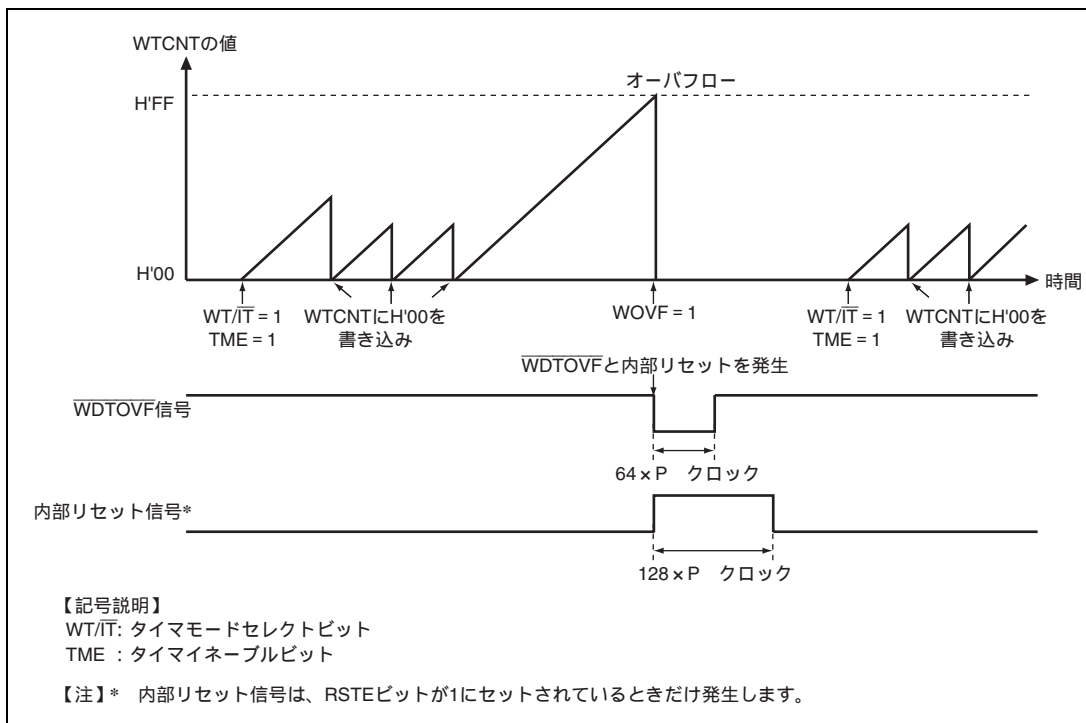

図 17.4 ウォッチドッグタイマモード時の動作
4. カウンタがオーバーフローすると、WDT は WRCSR の WOVF を 1 にセットして、 $\overline{\text{WDTOVF}}$ 信号が外部に出力されます。これを図 17.4 に示します。この $\overline{\text{WDTOVF}}$ 信号を用いて、システムをリセットすることができます。 $\overline{\text{WDTOVF}}$ 信号は、 $64 \times P$ クロックの間出力されません。